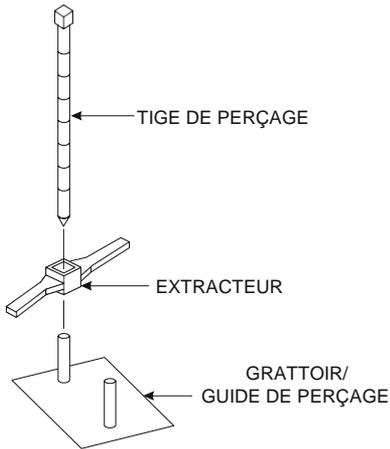

Figure 3-3
- T Si vous comptez effectuer des mesures en transmission directe, faites alors glisser la tige de perçage dans extracteur et dans un des tubes-guide du grattoir (Figure 3-3).